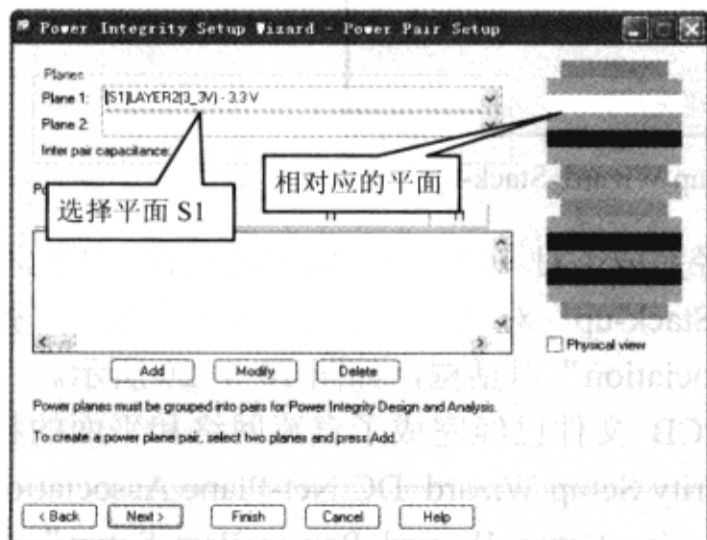

图 10-7-31 为平面对选择平面 (1)
(1) “Power Integrity Setup Wizard-Power Pair Setup” 对话框的 Planes 区域的 “Plane 1” 栏中选择 “[S1]Layer2(3\_3V)-3.3V” 电压平面，如图 10-7-31 所示。